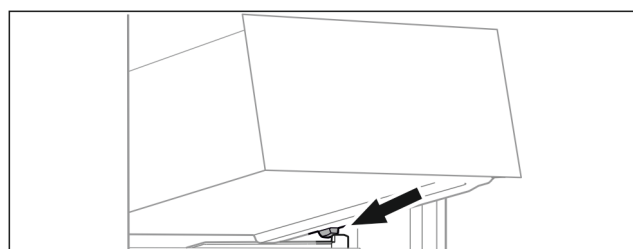

Fig. 139
- Schubfach schräg hinter den Stopperrn auf Behälterrippe aufsetzen. (siehe Fig. 139)